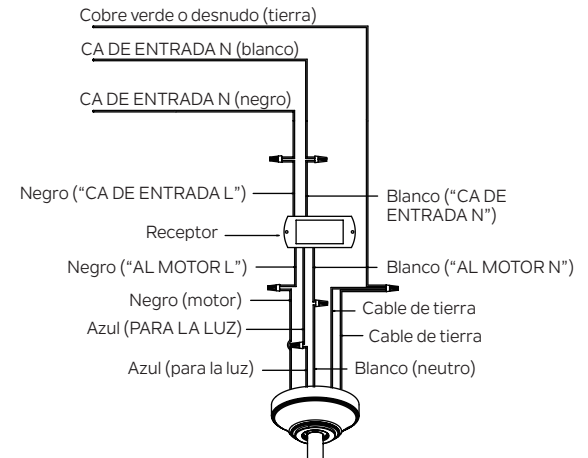

Figura 14
**Paso 2.** Conexiones eléctricas del motor al receptor: Conecte el cable NEGRO del ventilador al cable NEGRO marcado "AL MOTOR L" del receptor. Conecte el cable BLANCO del ventilador al cable BLANCO marcado "AL MOTOR N" del receptor. Conecte el cable AZUL del ventilador al cable AZUL marcado "PARA LA LUZ" del receptor. Fije todas las conexiones de cables con los conectores de cable de plástico provistos. (Figura 14)
**Paso 3.** Conexiones eléctricas del receptor remoto a la caja de salida: Conecte el cable NEGRO (vivo) del techo al cable NEGRO marcado "CA DE ENTRADA L" del receptor. Conecte el cable BLANCO (neutro) del techo al cable BLANCO marcado "CA DE ENTRADA N" del receptor. Fije todas las conexiones de cables con los conectores de cable de plástico provistos. (Figura 14)
**Paso 4.** Si su caja de salida tiene un cable de tierra (de cobre verde o desnudo) conéctelo a los cables de tierra del ventilador. De lo contrario, conecte el cable de tierra del ventilador al soporte de montaje. Fije la conexión del cable con una tuerca de plástico proporcionada. Después de conectar los cables, sepárelos de modo que los cables verde y blanco estén en un lado de la caja de salida y los cables negro y azul en el otro lado. (Figura 14)